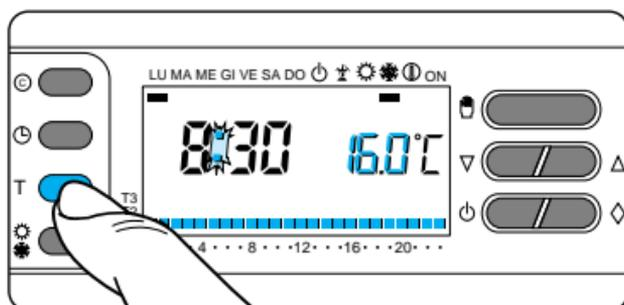

Fig. 64
**12.2** - Pulse el botón **T** (fig. 64).